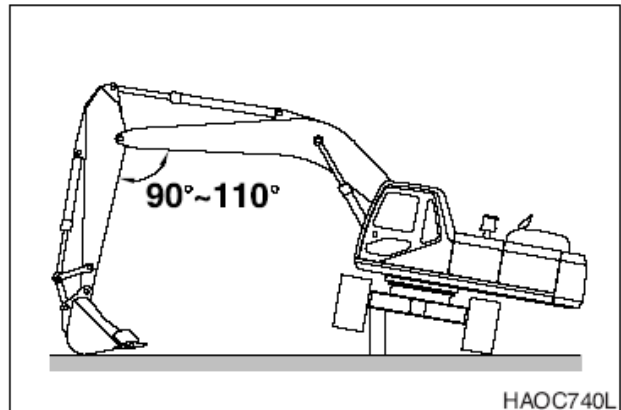

Рис. 99
1. Натяжение гусеницы проверять, приподняв домкратом одну сторону экскаватора См. рис. 99. Поместить блоки под раму во время проведения измерений.